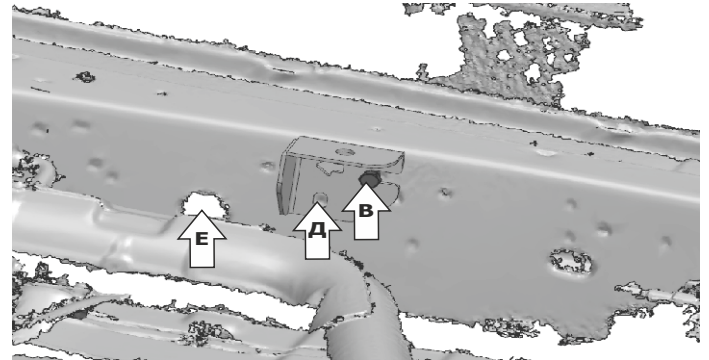

Рис.4 Правая сторона
5. Завести правый кронштейн открытым пазом на закрученный болт М8х25 (В) и закрепить, закрутив болт М8х25 (Д) в гайку закладную М8, протодетую через отверстия (Е) (рис.4).